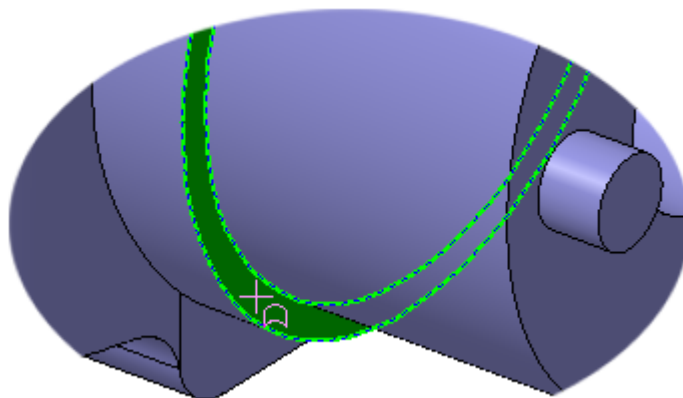

Рисунок 79.
- В модели укажите узкую кольцевую грань круглой бобышки (рис. 79).